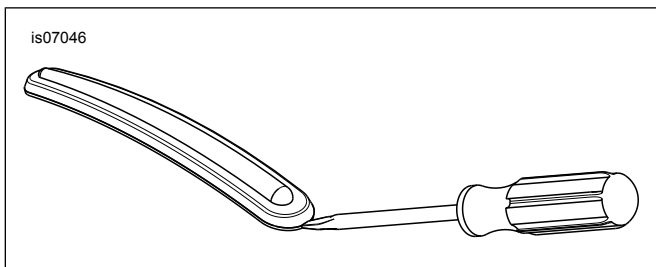

Figura 1. Scoatere benzil ornament de pe aripă
- b. Consultați Figura 1. Introduceți vârful șurubelniței între rama de crom și banda ornamentală din cauciuc.